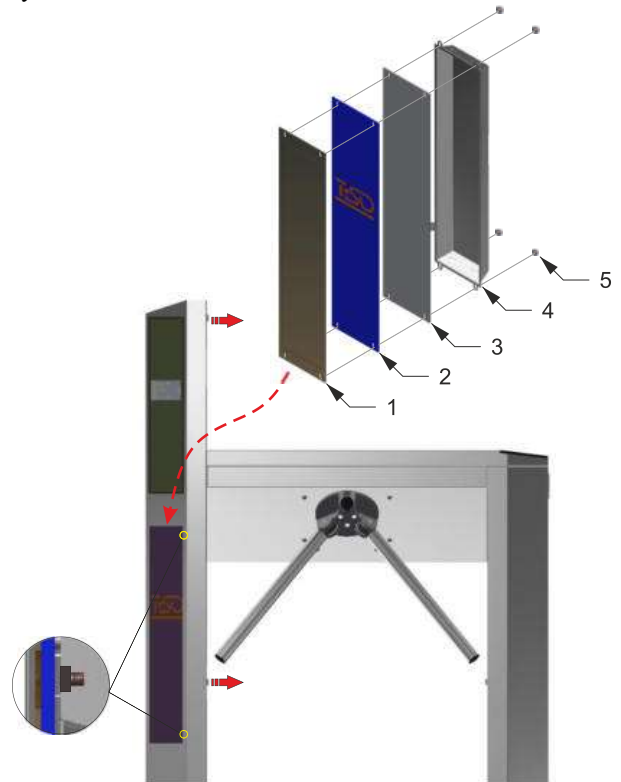

Рис. 16– Розміщення реклами на лайтбоксі
- У турнікетах «TWIX ALLINONE-M», зчитувачі встановлюються на спеціальний, регульований по висоті кронштейн, який розташований під кришкою 4 поруч із світловим табло індикації 3 (Рис.16).
15) Розміщення реклами на лайтбоксі (див.рис.16):
- відкрутити 4 гайки (5) на панелі лайтбоксу;
- зняти світлодіодне корито (4), панель молочну (3) зі шпильок, обережно виймаючи крізь верхні двері;
- встановити на лицьову акрилову панель (1) рекламний постер (2);